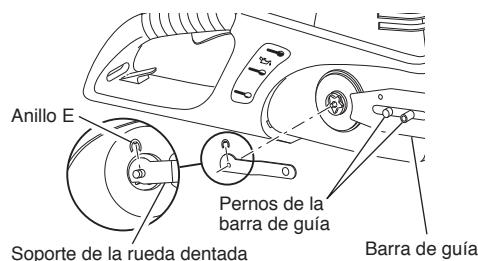

Figura 20 - Remoción del anillo E y del soporte de la rueda dentada
3. Quite el anillo E y el soporte de la rueda dentada (vea la Figura 20).
- Ponga la barra de guía sobre los pernos de la barra de guía (vea la Figura 20, página 40).
- Ponga el soporte de la rueda dentada sobre la barra de guía y asegúrelo con el anillo E (vea la Figura 20, página 40).